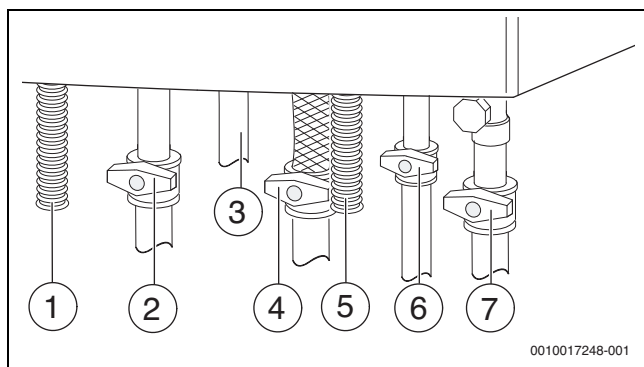

Fig. 31 Racorduri pe partea de gaz și apă (accesorii)
- ▶ Deschideți robinetul pentru apă rece (→ fig. 31) și, apoi, un robinet pentru apă caldă, până când curge apă.
- ▶ Deschideți robinetul pe turul încălzirii și cel pe returul încălzirii (→ fig 31).